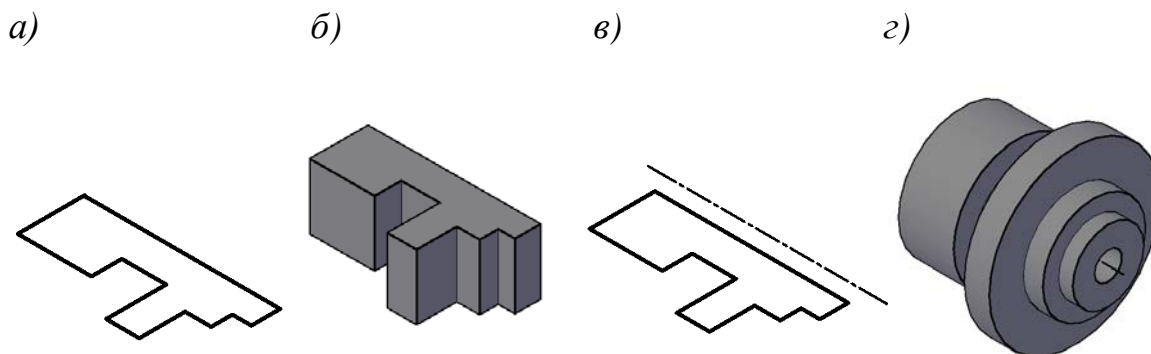

Рис. 1.28
**ВЫДАВИТЬ** - удлинение формы 2D объекта в направлении нормали в 3D пространство (рис. 1.28, а, б).
**ВРАЩАТЬ** - вращение 2D объекта вокруг указанной оси (рис. 1.28, в, г).